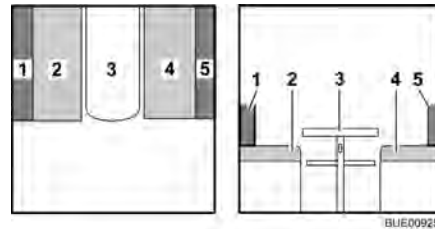

Fig. 83 Antes de la transformación
- Transformar la mesa (Fig. 83,3) en base de cama (véase apartado 6.11).